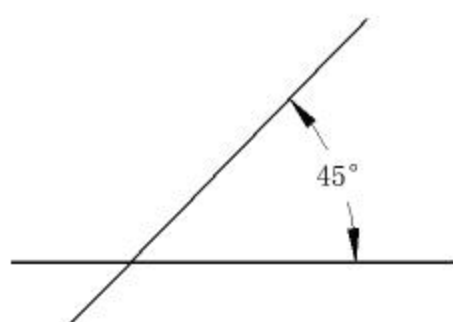

图3-14 指定角度绘制构造线
- 角度(A): 选择【角度(A)】选项,可以绘制用户所输入角度的构造线,如图3-14所示。